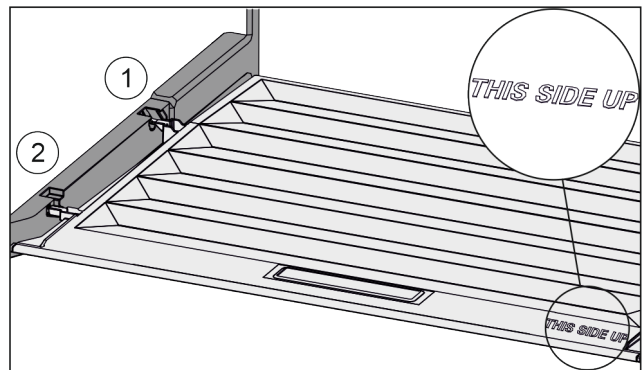

Fig. 108
- ▶ Introduire les rainures du couvercle par l'orifice du support arrière Fig. 108 (1) et les enclencher à l'avant dans le support Fig. 108 (2).